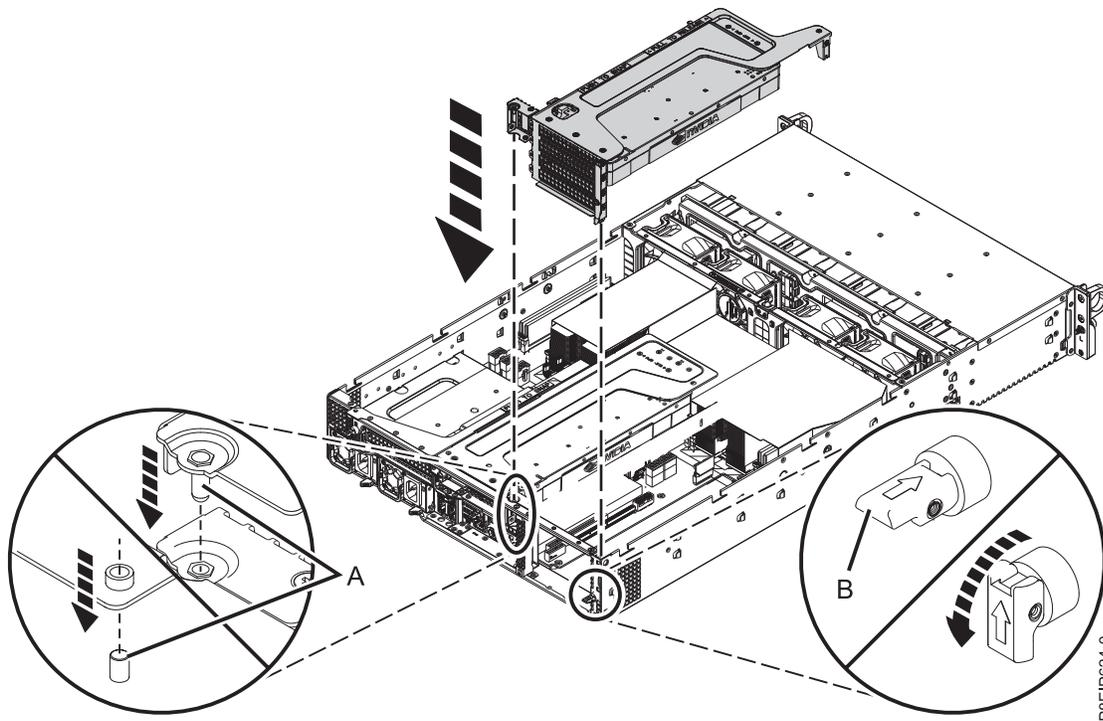

Abbildung 32. Grafikprozessor und Riserkarte einsetzen
- d. Setzen Sie den Grafikprozessor und die PCIe-Riserkarte ein (siehe Abb. 32 auf Seite 31).